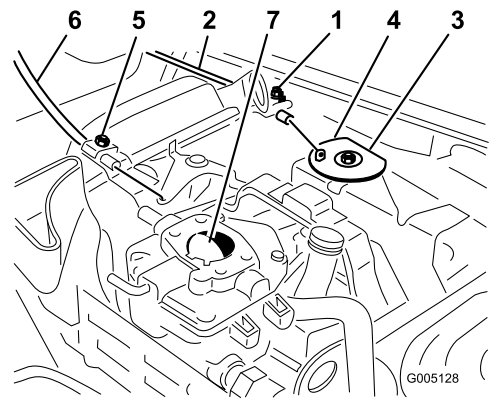

Figure 35
1. Desserrez la vis du collier qui raccorde le câble au moteur (Figure 35).
3. Tirez fermement sur le câble d'accélérateur jusqu'à ce que l'arrière du pivot atteigne la butée (Figure 35).
3. Tirez fermement sur le câble de starter, jusqu'à ce que le papillon soit complètement fermé, puis serrez la vis du collier de câble (Figure 35).